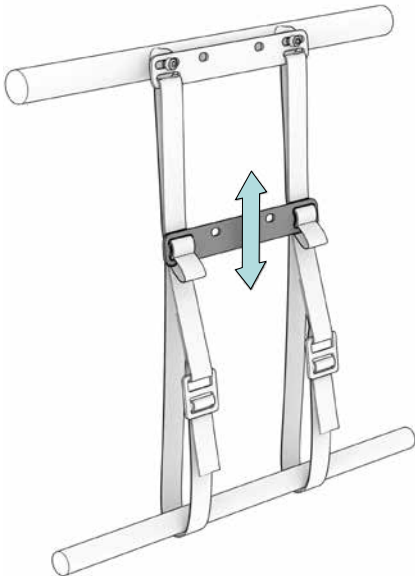

Abb. 12
Die Höhe des Verbindungsblechs (8) kann in drei Schritten beliebig angepasst werden. Die Gurtbänder lockern, die Blechhöhe einstellen und danach die Gurtbänder wieder festzurren (Abb. 12).